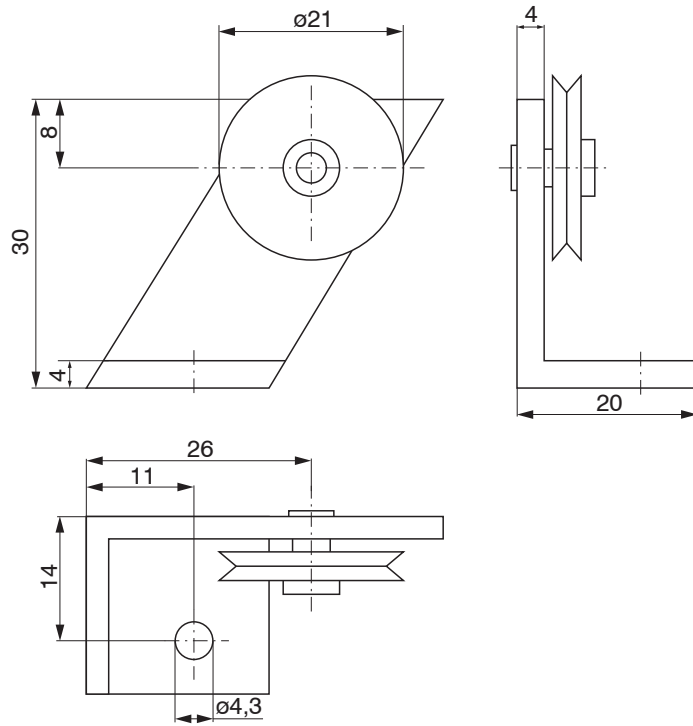

Abb. 8 Umlenkrolle TR3-WDS mit Montagefuß, Abmessungen in mm, nicht maßstabgetreu
- TR3-WDS Seilumlenkrolle mit Montagefuß, siehe Abb. 8